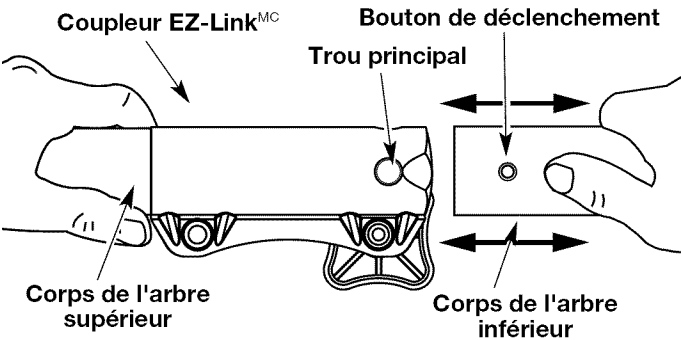

Fig. 7
3. Tenez fermement le corps de l'arbre supérieur et retirez l'accessoire de coupe ou autre du coupleur EZ-Link^{MC} (Fig. 7).
2. Tenez fermement l'accessoire et enfoncez-le tout droit dans le coupleur EZ-Link^{MC} (Fig. 7).